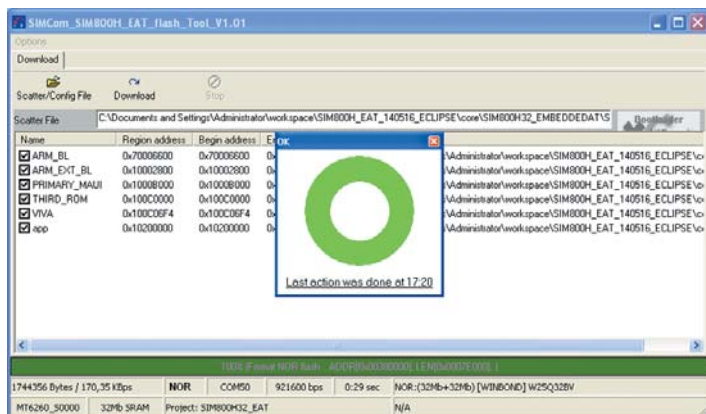

Рис. 13. Окно программы SIMCom_SIM800H_EAT_flash_Tool после успешной загрузки пользовательского ПО в модуль
- Переводим переключатель POWER обратно в состояние «ON», при этом начнется процесс загрузки ПО, по окончании которого появится окно (рис. 13).